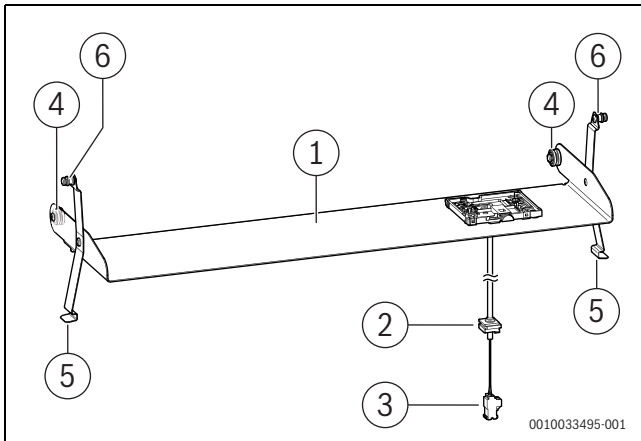

Bild 121 Zubehör CS 36
Um die Bedieneinheit CW 400 im Gerät einzusetzen, ist die Montage eines Einschubs (Zubehör CS 36) notwendig (→ Bild 121, [1]).
- ▶ Rollen (→ Bild 121, [4]) des Einschubs in die Seitenteile der Speicherverkleidung einhängen.
- ▶ Mit Hilfe der Metallfedern (→ Bild 121, [5]) in der horizontalen Position fixieren.
- ▶ Zapfen (→ Bild 121, [6]) auf beiden Seiten des Einschubs in das Vorderteil der Speicherverkleidung einhängen und sichern.